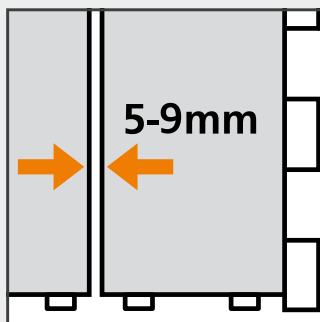

Figure 10 : Largeur de joint de 5-9 mm, ou moitié de l'épaisseur du panneau
- (voir figure 10). Dans le cas de panneaux de parement fermacell plus épais, la largeur des joints doit correspondre à la moitié de l'épaisseur. Si les panneaux sont jointoyés à l'enduit ou selon la méthode des côtés biseautés, ils doivent être posés les uns contre les autres (joint d'environ 0,5 mm).